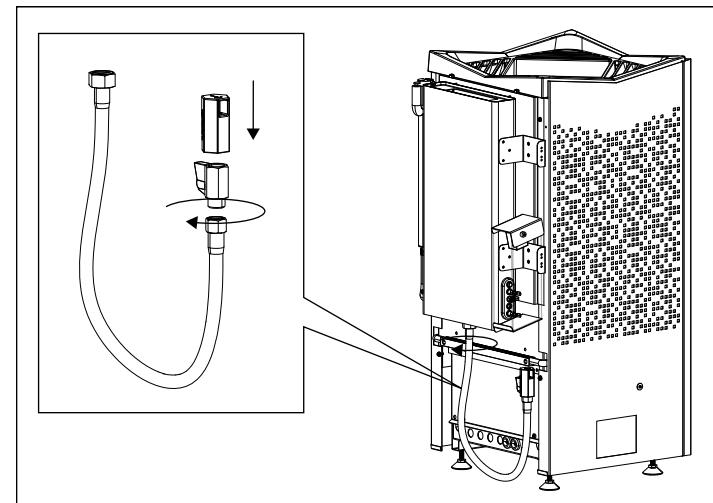

Afbeelding 12: Trek de lade uit voor gemakkelijker toegang.
7. Sluit de kabel van de luchtvochtigheids- en temperatuursensor aan (posities 6-9) (zie afbeelding 20). Trek de lade naar buiten om de kabels uit te trekken en de trekkontlasters vast te draaien (zie afbeelding 12).